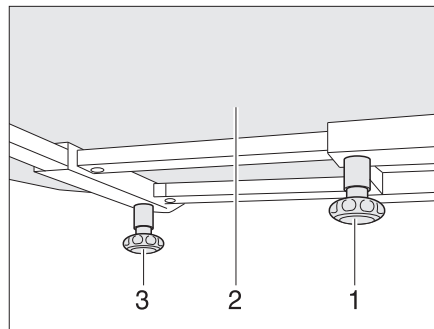

Fig. 97 Table fixe
- Desserrer la vis moletée (Fig. 97,1).
- Pousser le plateau (Fig. 97,2) dans la position désirée.
- Desserrer la vis moletée (Fig. 97,3).